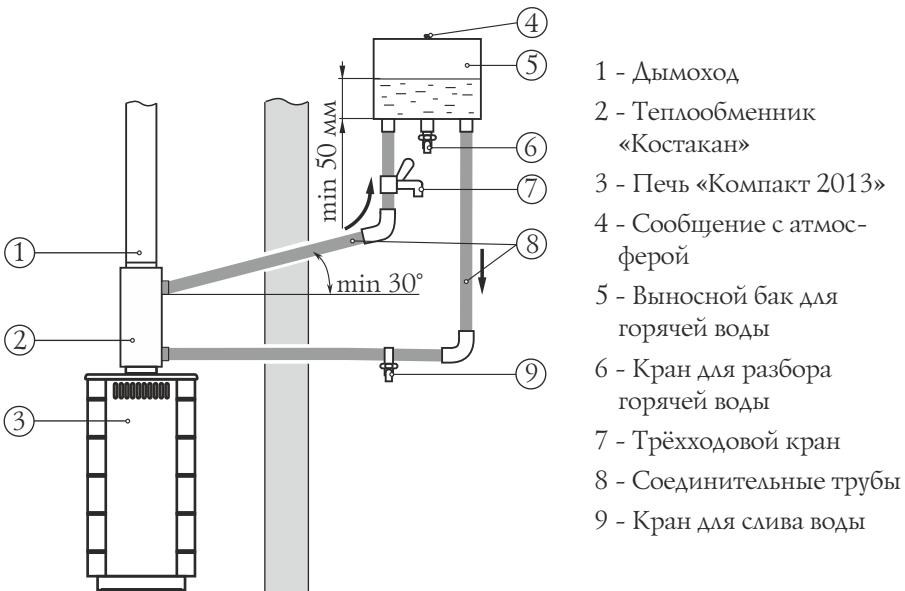

Рисунок 10. Схема монтажа системы водонагрева с использованием теплообменника «самоварного» типа
При необходимости получения горячей воды за более короткий срок, допускается производить разбор воды до ее попадания в бак. Для этого необходимо присоединить трехходовой кран (7) к трубе горячей линии, между верхним штуцером теплообменника и выносным баком в удобном для вас месте (рисунок 10).